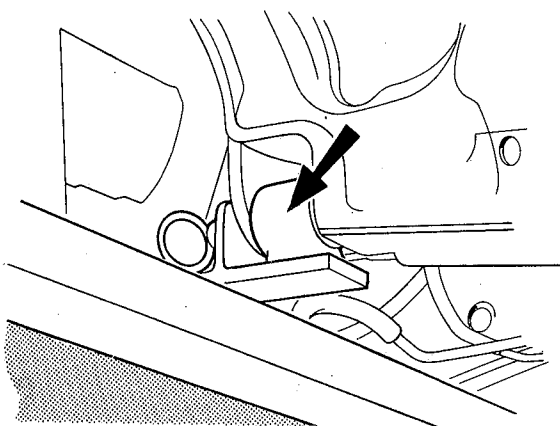

fig. 28
3. Instalar os pinos de localização 44-001-A5 nos orifícios de fixação do braço da suspensão (fig. 28). Caso isso não seja possível, instalar os pinos de tolerância — 44-001-A6. Se nem estes pinos puderem ser instalados é sinal que o monobloco sofreu deformações acima dos limites de tolerância especificados